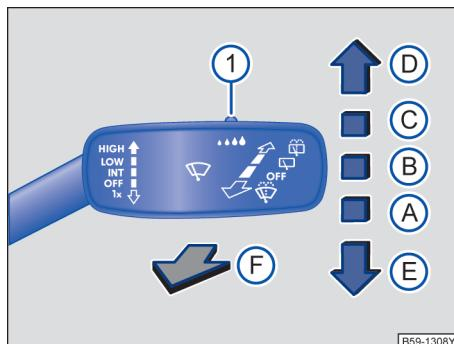

图 115 操作车窗玻璃刮水器
- ① OFF 车窗玻璃刮水器已关闭。
- ② INT 对车窗玻璃进行间歇刮水。
- ③ LOW 慢速刮水。
- ④ HIGH 快速刮水。
- ⑤ 1x 点动刮水 - 短促刮水。
- ⑥ 拉住操作杆时用于清洁前车窗玻璃的刮水和自动清洗功能。
- ⑦ 后风窗刮水器间歇刮水。风窗刮水器约每 6 秒钟刮一次。
- ⑧ 将操作杆拨至该位置，系统立即启动清洗/刮水功能，清洗后风窗。
- ⑨ 使用开关→图 115 ① 调节雨量传感器的灵敏度。